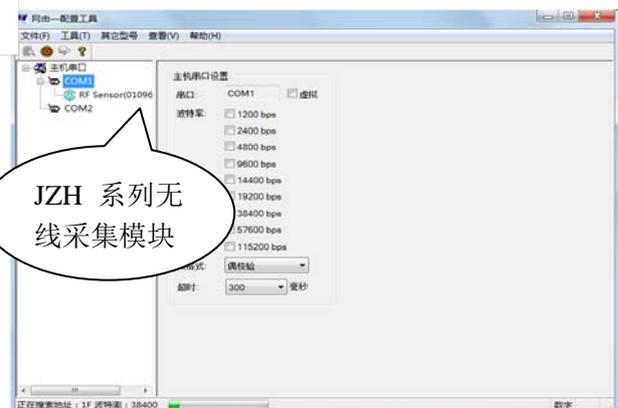

图 6-3
- 4、接通外部电源，单击  图标，在您所使用的串口下出现 JZH 系列无线采集模块如图 6-3 所示，然后单击  图标；